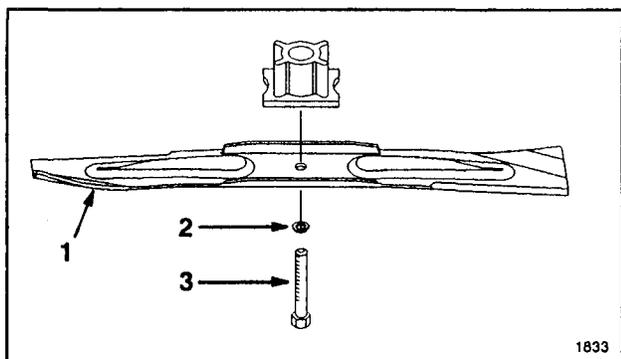

Figure 20
5. DÉPOSE DE LA LAME—Saisissez l'extrémité de la lame en vous servant d'un chiffon ou d'un gant bien rembourré. Enlevez la vis à tête, la rondelle de blocage et la lame (fig. 20).